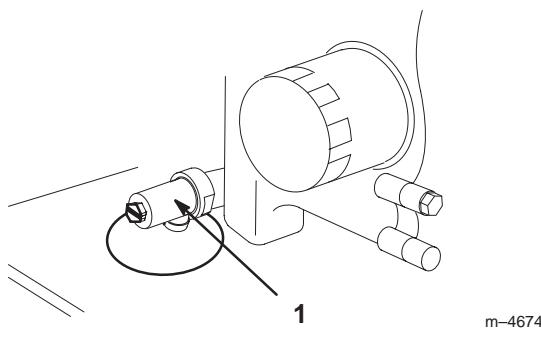

Bild 43
3. Stellen Sie ein Auffanggefäß unter die Verschluss-schraube. Öffnen Sie das Ventil entweder mit einem Schraubenzieher, einem 3/8"- oder einem 10 mm Maulschlüssel (Bild 43).
4. Schließen Sie das Ventil, indem Sie sein Ende im Uhrzeigersinn drehen. Öffnen Sie das Ventil, indem Sie sein Ende entgegen dem Uhrzeigersinn drehen (Bild 43).
5. Drehen Sie, wenn das Öl vollständig abgelaufen ist, das Abflussventil wieder zu (Bild 43).